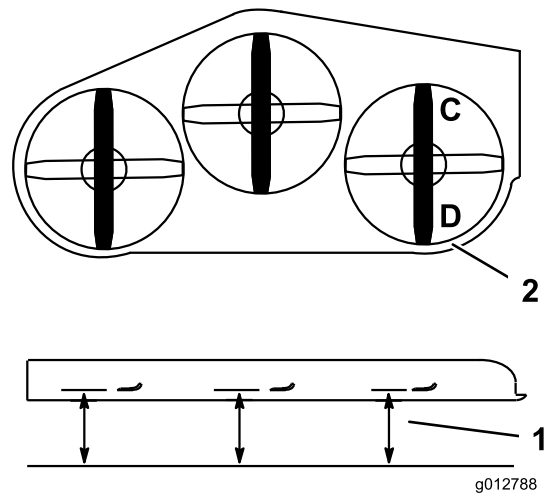

Bild 87
1. Stellen Sie das rechte Schnittmesser in Längsrichtung (Bild 87).
2. Messen Sie das rechte Messer an der Stelle **C** von einer ebenen Oberfläche bis zur Schnittkante der Messerspitze und notieren Sie den Wert (Bild 87).
3. Messen Sie das rechte Messer an der Stelle **D** von einer ebenen Oberfläche bis zur Schnittkante der Messerspitze und notieren Sie den Wert (Bild 87).
4. Das Schnittmesser sollte an Stelle **C** 6 bis 10 mm niedriger sein als an Stelle **D** (Bild 87). Sollte die Einstellung nicht richtig sein, machen Sie mit den folgenden Schritten weiter.